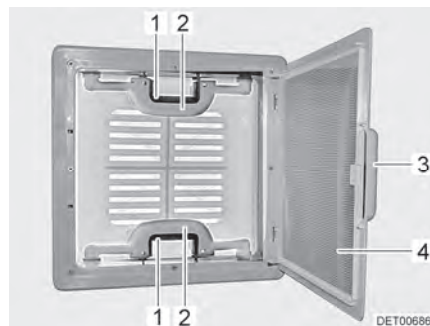

Bild 28 Dachhaube mit Schnappverschluss
- Am Griff (Bild 28,3) ziehen.
- Insektenschutz (Bild 28,4) nach unten klappen.
- Schnappverschluss (Bild 28,1) zur Innenseite der Dachhaube drücken. Gleichzeitig mit dem Griff (Bild 28,2) die Dachhaube nach oben drücken.
- Insektenschutz (Bild 28,4) nach oben schwenken, bis er einrastet.
- An beiden Griffen (Bild 28,2) die Dachhaube kräftig nach unten ziehen, bis beide Schnappverschlüsse (Bild 28,1) eingerastet sind.